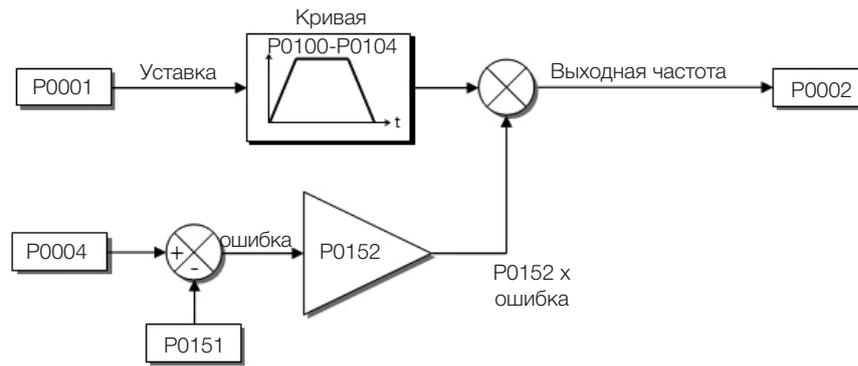

Рисунок 9.8: Блок-схема ограничения напряжения промежуточного звена постоянного тока – ускорение кривой
- Включение: напряжение промежуточного звена постоянного тока измеряется (P0004) и сравнивается со значением, установленным в P0151; разница между данными сигналами (ошибка) умножается на пропорциональное усиление (P0152); результат затем добавляется к выходу кривой как показано на Рисунок 9.8 на странице 9-11 и Рисунок 9.10 на странице 9-12.